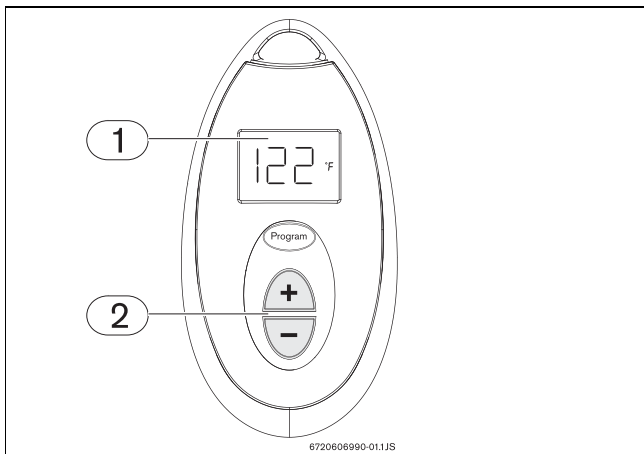
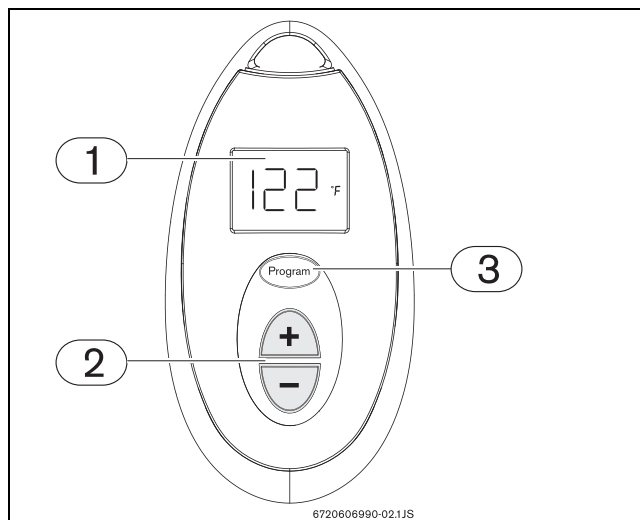

Рис. 7 Регулировка температуры
Рис. 8 Сохранение в памяти температуры воды
- ▶ Нажимайте кнопки \oplus или \ominus на ПДУ (рис. 7, поз. 2), пока на дисплее ПДУ не появится необходимая температура (рис. 7, поз. 1).
- ▶ Нажимайте кнопки \oplus или \ominus на ПДУ (рис. 7, поз. 2), пока на дисплее ПДУ не появится необходимая температура (рис. 8, поз. 1).
- ▶ Теперь можно сохранить в памяти эту температуру, нажав кнопку программирования на ПДУ (рис. 8, поз. 3) в течение 3 с.